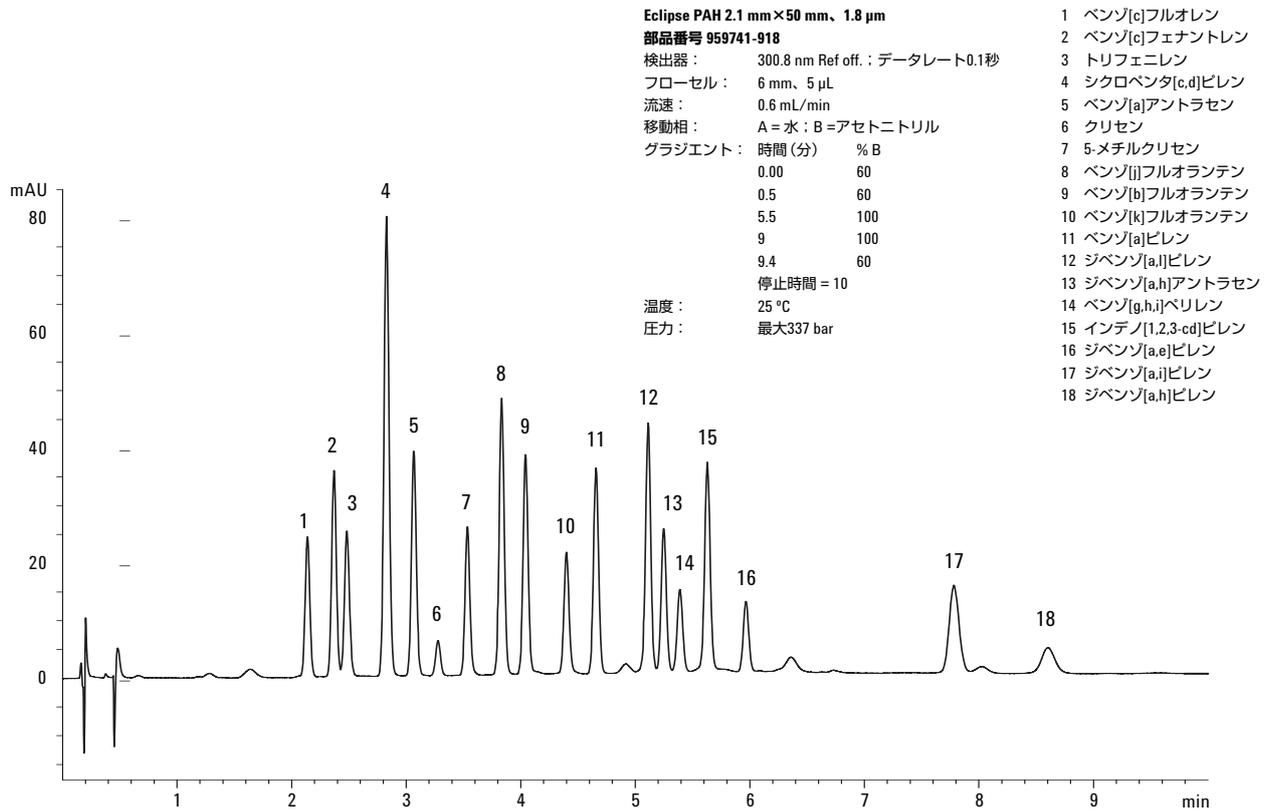

図5. EUのSCFおよびJECFAの「15+1」に2種類のPAHを加えたサンプルの分析
- 図5～7：溶液または純PAH化合物から作成。AccuStandardから入手したもの：
図5には、18種類のPAHを分離したもう1つの複雑な分析の結果を示しています。このサンプルは、EUの「15+1」PAH（食品に関する欧州連合（EU）の科学協議会（SCF）が監視を推奨する15種類のPAHと、2005年にFAO/WHO合同食品添加物専門家委員会（JECFA）により追加されたベンゾ[c]フルオレン）に、2種類のPAH（トリフェニレンとベンゾ[c]フェナントレン）を混合したものです。Eclipse PAHカラム（2.1mm × 50mm、1.8 μm）で18種類すべてが分離され、グラジエント時間は9分未満でした。ここではRRHT（1.8-μm）カラムも選択しましたが、カラムの短さと使用した移動相の影響で、圧力が40 MPaを超えませんでした。
温度の調節は選択性を変えるために役立ちます。図5の近接した1組のピーク（ピーク2と3）の分離係数が、25℃で1.44である点に注目してください。PAHカラムに使用されるポリメリック結合相では、多くの場合、温度を下げると分離能が向上します。この例でも、その手法でピーク2と3の分離能が向上しました。図6では、3種類の温度（25、20、15℃）での分離結果を重ねて表示しています。ピーク2と3の分離係数は、1.44から2.01、2.52に向上しています。しかし、ピーク13と14は、温度が下がるほど溶出時間が近づいています。この両